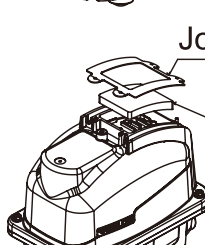

Figure 3
④ Retirez le filtre du boîtier supérieur et nettoyez-le ou remplacez-le par un neuf. (Figure 3)